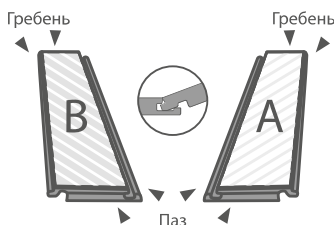

Рисунок 4
- Выполнить предварительную раскладку планок А («правая» планка, с правым и верхним расположением гребня замкового соединения) и планок В («левая» планка, с левым и верхним расположением гребня замкового соединения) (см. Рисунок 4) по всей площади помещения, не стыкуя замок;